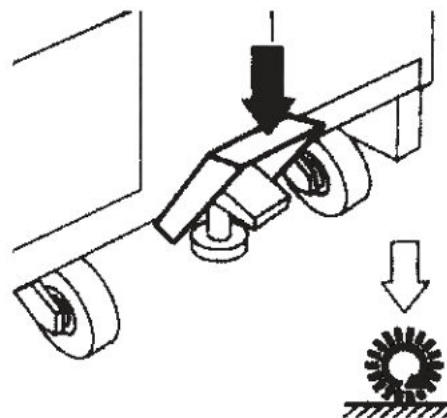
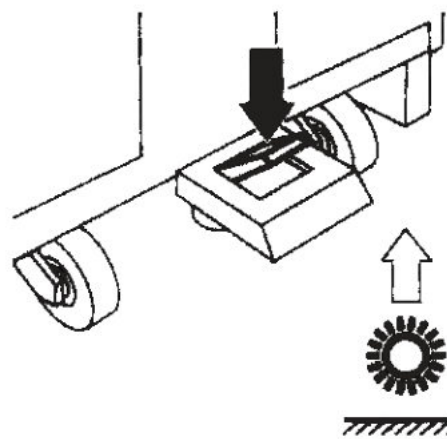

Abbildung 3
Abbildung 4
3. Netzstecker (7) ans Stromnetz anschließen.
*Vor dem Anschluss des Netzsteckers an das Stromnetz ist zu prüfen, ob Frequenz und Spannung auf dem Gerätetypenschild (26) der Netzspannung entsprechen.*
4. Den Hauptschalter (2) in die Position „I“ stellen, um den Bürstenmotor einzuschalten.
5. Den Schalter (3) in die Position „I“ stellen, um den Saugmotor einzuschalten.
6. Den Pumpenschalter (4) in die Position „I“ stellen, um den Reinigungsmittelfluss zur Bürste einzuschalten.
7. Das Pedal (Abb. 3) drücken, um die Bürste und die Sauglippen auf den Boden abzusenken.
8. Zum Anlassen der Maschine den Schubbügel mit den Händen halten, die Druckknöpfe zur Betätigung der Bürste (6) drücken und mit dem Waschen/Trocknen beginnen.
9. Den Reinigungsmittelfluss je nach durchzuführender Reinigung mithilfe des Schalters (5) regeln.
11. Bei besonders hartnäckigem Schmutz, den Schalter des Saugmotors (3) auf „0“ stellen und den Boden gründlich waschen, danach den Boden nochmal waschen und die Flüssigkeit absaugen, indem man den Schalter des Saugmotors auf (3) ON stellt.
12. Nach Beendigung der Arbeit die Tasten (6) loslassen, den Hauptschalter (2) auf „0“ stellen, die Bürste und die Sauglippen mit dem Pedal (Abb. 4) hochfahren.